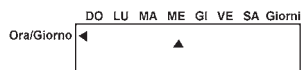

fig.14
2. Spostarlo con i tasti **↓↑** fino al giorno corrente (fig. 14)